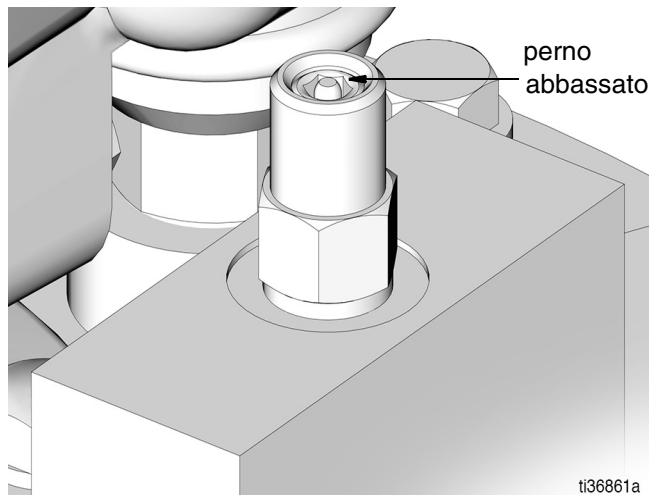

FIG. 19
2. Verificare che il perno del dispositivo di intercettazione riempimento automatico (S) sia abbassato, a indicare che è riarmato (FIG. 19).